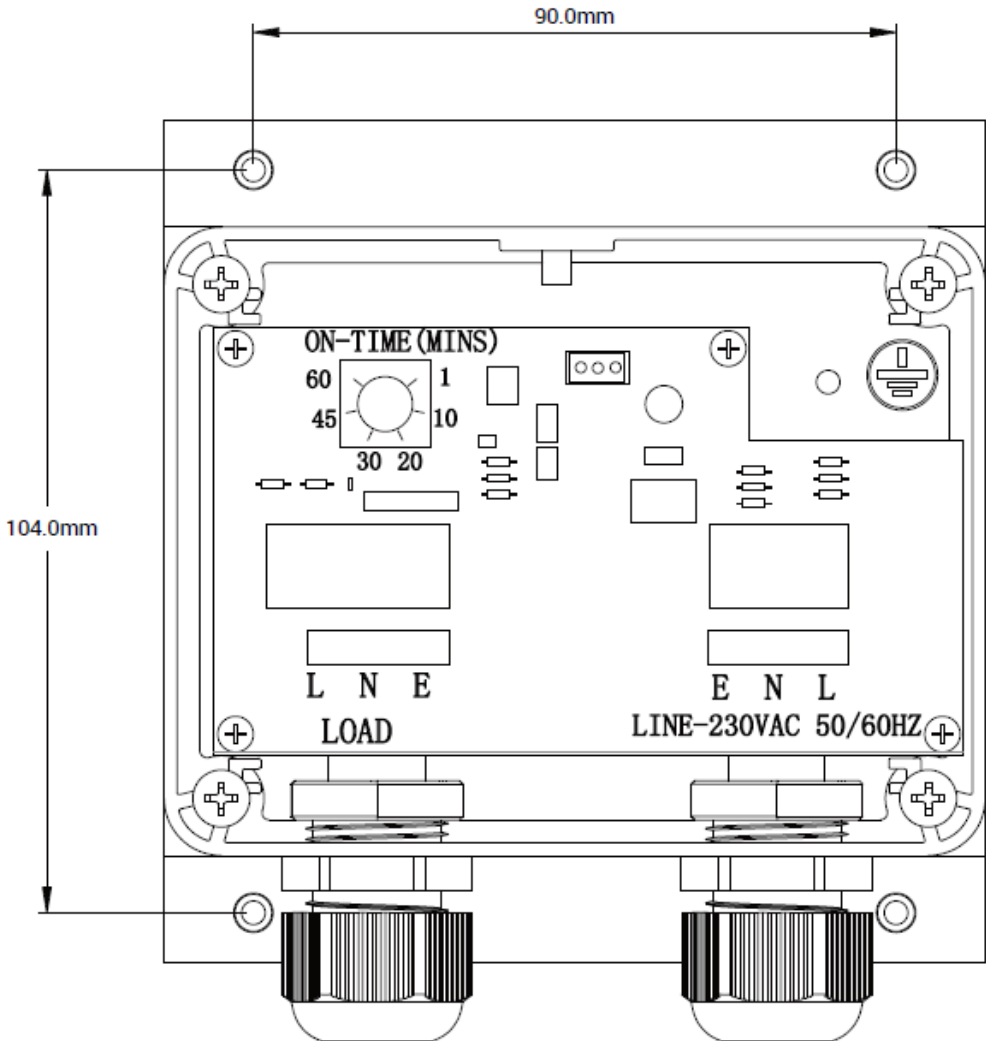

Figure 1 / Figur 1 / Kuva 1
- Var uppmärksam på monteringspositionen och allt monteringsmaterial. Använd monteringsmallen (fig. 1, sida 10) till att placera monteringshålen.